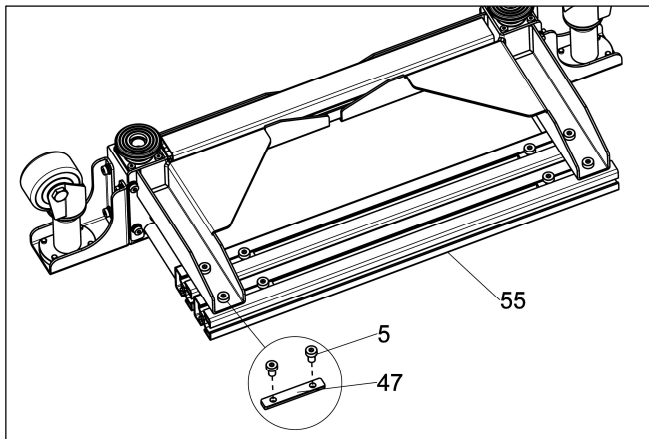

图 13
a.将后角架组件“A”倒置于地面，松开紧固件“5”，取下长侧轨“55”、锁紧块“47”。（见图 13）